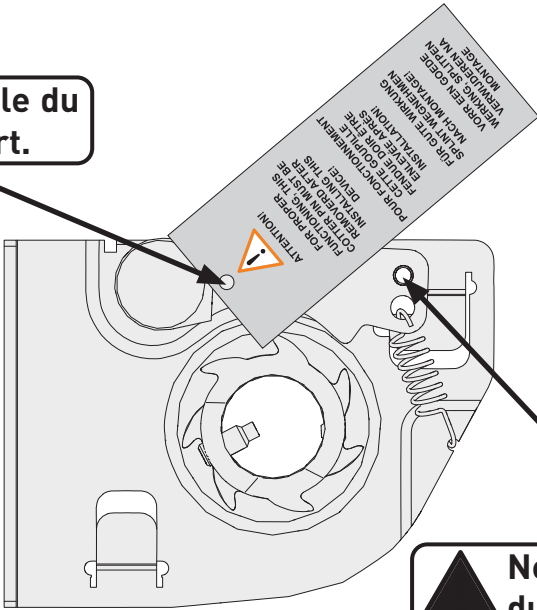

Figure 6e
Si la porte sectionnelle ne s'élève pas, retirez la goupille de parachute de ressort (14) (figures 6e et 6f).